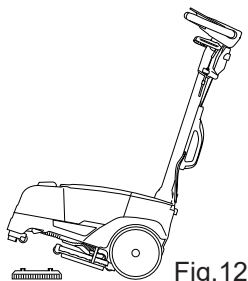

Fig.12
- Använd skaftet för att lyfta frambdelen på maskinen, placera maskinens borstskydd över borsten och sänk sedan maskinen (bild 12).
- Med hjälp av skaftet, lyft maskinens frambdel och rör snabbt på borstarnas (bild 12).